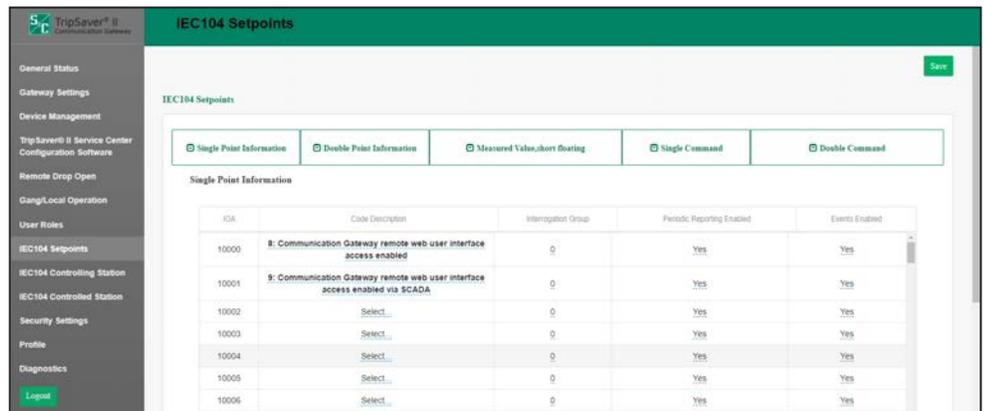

Figura 67. Pontos de status do acesso remoto Web.
**PASSO 4.** Na tela *IEC104 Setpoints*, mostrada na Figura 67, dois pontos de status **Single Point Information** ou **Double Point Information** devem ser configurados com as seguintes descrições de código: